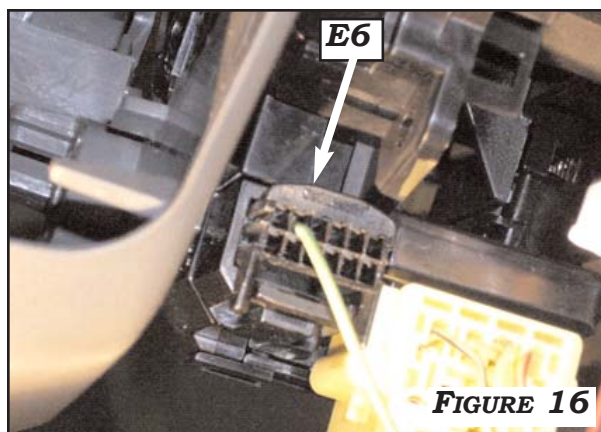

FIGURE 16
2. LOCATE CONNECTOR **E6** CONNECTOR BEHIND STEERING WHEEL AT RIGHT SIDE OF SUB ASSEMBLY. **FIGURE 16.** REMOVE CONNECTOR. **BE SURE TO PUSH OUT TERMINAL RETAINER AT THE CENTER OF CONNECTOR. FIGURE 17.** IF PRESENT, REMOVE THE **YELLOW WIRE** IN **PIN 1** OF CONNECTOR **E6.** **SEE FIGURE 18.** INSERT THE **CLOCK-SPRING** TERMINAL FROM THE COROLLA CRUISE ECM HARNESS (**BLACK WIRE**) TO **PIN 1** OF CONNECTOR **E6.** CAREFULLY LOCK TERMINAL INTO PLACE. PULL THE TERMINAL BACK GENTLY TO CHECK WHETHER IT IS LOCKED CORRECTLY.